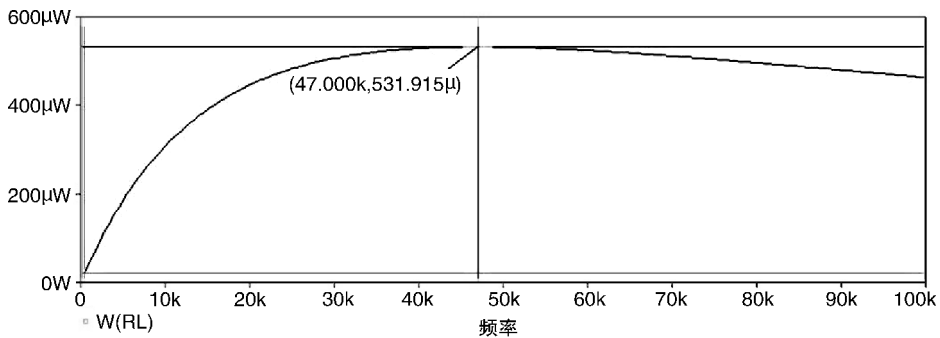

图 5.16 负载电阻变化时其功耗随曲线
13. 当光标置于曲线最大值处，选择菜单 **Plot > Label > Mark** 或者单击图标  或 ，如图 5.16 所示，该点的坐标值 (47k, 531.915μW)⊖ 将显示出来。